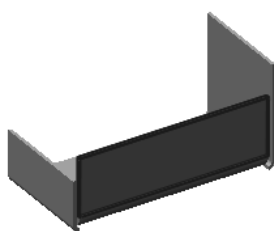
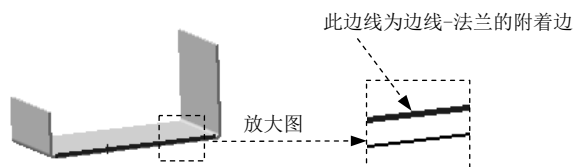

图 10.2.35 创建释放槽
图 10.2.36 定义边线-法兰的附着边
Step2. 创建如图 10.2.35 所示的释放槽。
(1) 选择命令。选择下拉菜单 **插入(I)** → **钣金(B)** → **边线法兰(E)...** 命令。
(2) 定义附着边。选取如图 10.2.36 所示的模型边线为边线-法兰的附着边。
(3) 定义边线-法兰属性。
① 定义折弯半径。在“边线-法兰”对话框的 **法兰参数(P)** 区域中取消选中 ☐ **使用默认半径(U)** 复选框，在  文本框中输入折弯半径值 3.00。
② 定义法兰角度值。在“边线-法兰”对话框 **角度(G)** 区域中的  文本框中输入角度值 90.00。
③ 定义长度类型和长度值。在“边线-法兰”对话框 **法兰长度(L)** 区域的  下拉列表中选择 **给定深度** 选项，在  文本框中输入深度值 20.00，设置折弯方向如图 10.2.35 所示，单击“内部虚拟交点”按钮 。